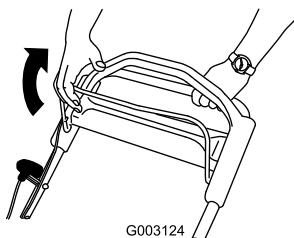

Figura 13
2. Tire de la barra de control de la cuchilla hacia el manillar (Figura 13).